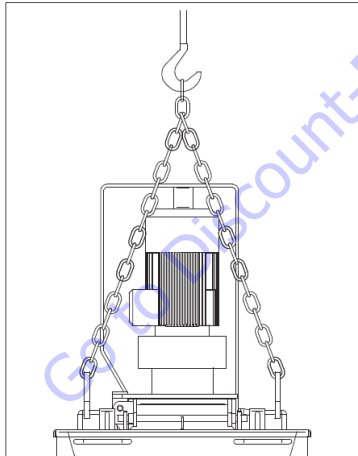

ABB. 3
Die Maschine anhand der hierfür vorgesehenen zwei Ringe transportieren (Abb. 3)
**! - Achtung! Die Maschine darf ausschließlich anhand der in Abb. 3 gezeigten Hubpunkte angehoben werden. Insbesondere dürfen keinesfalls Hubvorrichtungen an der Abdeckung des Getriebemotors angeschlagen werden.**